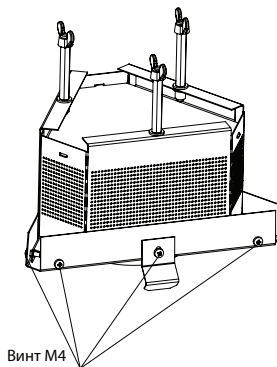

Рис.11 - Установка винтов на дожигатель
- На дожигатель наживите винты для установки пазы верхних профилей (Рис. 11);